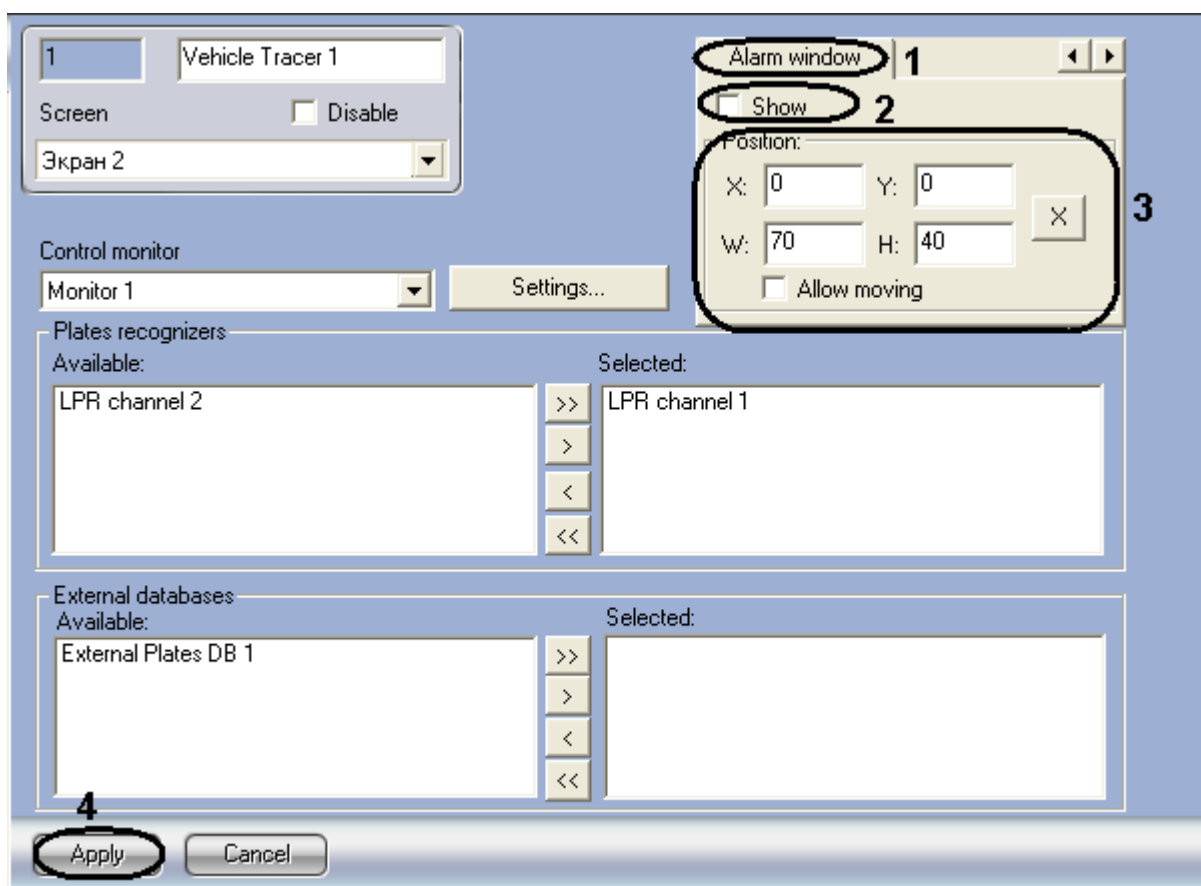

Fig. 7.9—5 Setting up the Alarm window component position
1. Go to the «Vehicle tracer» settings panel (Fig. 7.9—5).
2. Go to the «Alarm window» tab (Fig. 7.9—4, 1).
3. To display the Alarm window component set the «Show» checkbox (Fig. 7.9—5, 2).